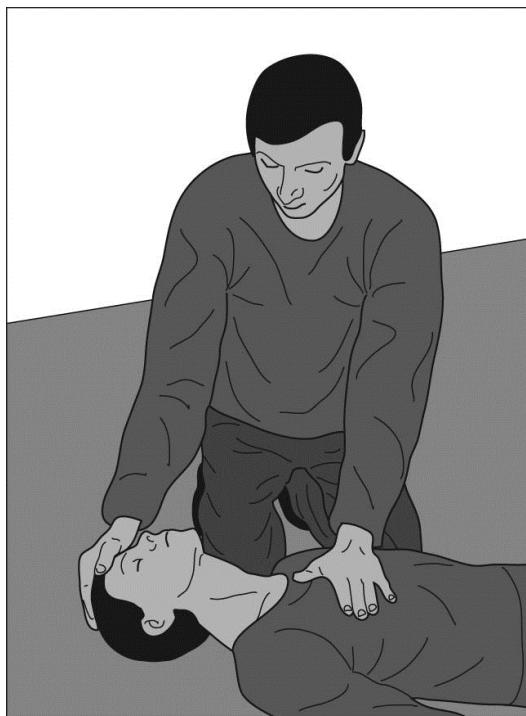

Рисунок 6
- правой рукой запрокинуть голову максимально назад (рисунок 6);